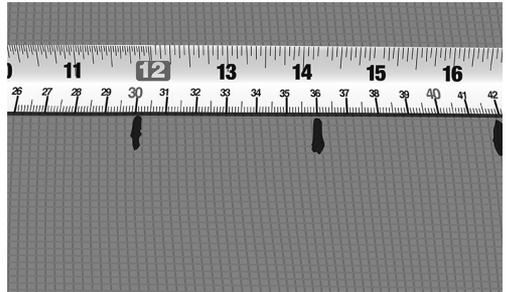

Fig. 3 Marquer la distance CC sur le mur ou le sol
3. Marquer la distance CC calculée sur le mur, sur l'armature ou autre (Fig. 3).